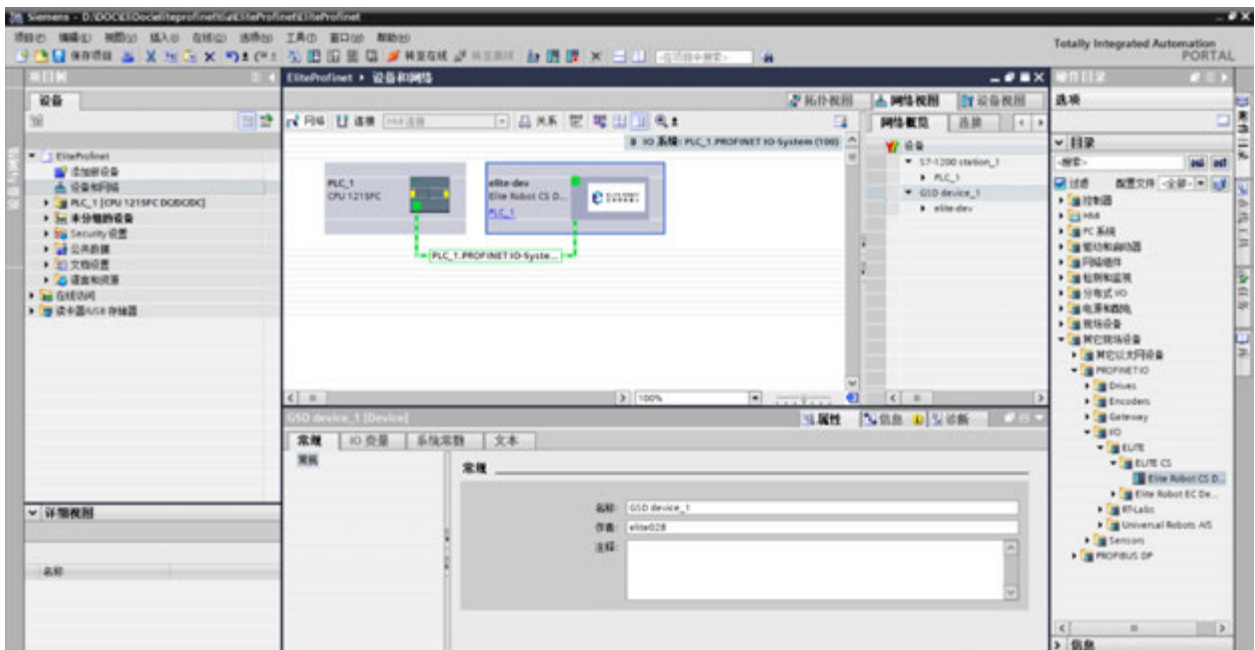

図 15-3 PLC と接続
2) 「Elite CS Device」を PLC に接続する、詳細は図 15-3 に示す。